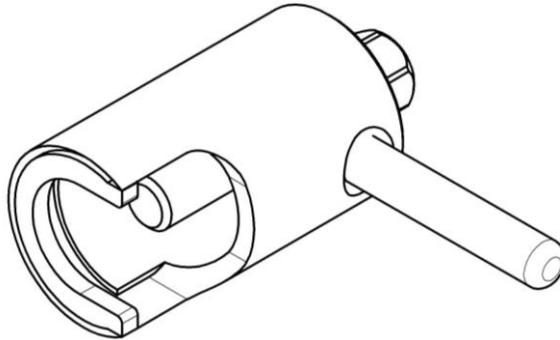

Рис. 7. Съёмник крыльчатки.
4. Снять крыльчатку при помощи специального съемника (см. рис. 7)